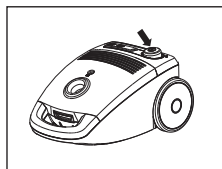
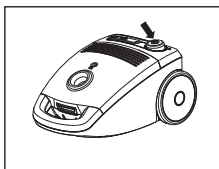
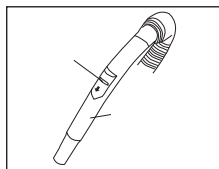

Abb. 6
Abb. 7
Abb. 8
4. Den Bodenstaubsauger stecken Sie in die Steckdose und schalten ihn durch das Drücken der ON/OFF-Taste an (Abb. 6). Die Saugkraft bzw. die Saugleistung des Motors können Sie mithilfe des Saugleistungsregulators einstellen (Abb. 7) oder in kleinerem Umfang auch über die Saugleistungsregulators am Haltegriff des Schlauches (Abb. 8).